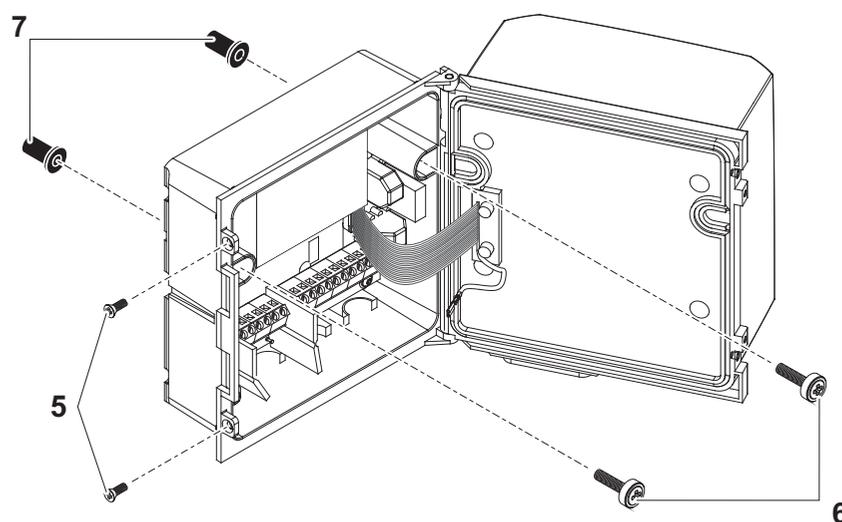

Fig. 3-6 Montaggio dello schermo solare: Posizionamento dei dadi ciechi ISO
- 2 Rimuovere le due viti a testa svasata (pos. 5 - Fig. 3-6) e aprire il coperchio.
- 3 Inserire le viti a testa cilindrica (pos. 6 in Fig. 3-6) con le rondelle in plastica nei fori di montaggio e avvitare senza stringere i dadi ciechi ISO (pos. 7).
- 4 Posizionare il Trasmettitore Universale sullo schermo solare e fissarlo in posizione con le due viti (pos. 6 - Fig. 3-6).
- 5 Chiudere e assicurare il coperchio con le due viti a testa svasata (pos. 5 - Fig. 3-6).